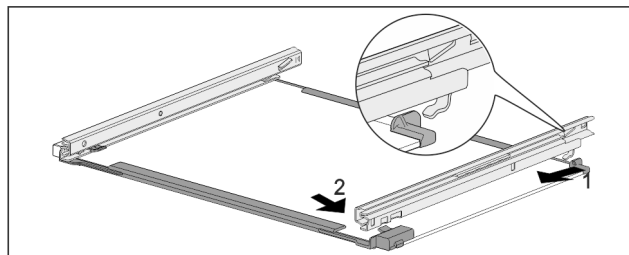

Fig. 173 Стеклянная пластина с направляющими
- ▶ Зацепите направляющую сзади. Fig. 173 (1)
- ▶ Защелкните направляющую спереди. Fig. 173 (2)